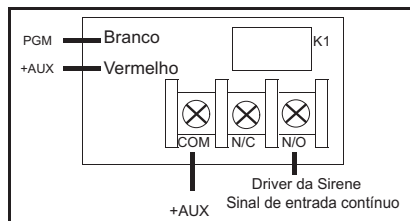

FIGURA 7: Sinal breve na atuação do Keyfob / Armar por Chave
Programar essa função para que o Keyfob sinalize com um (1) sinal breve a operação de armar a central, e com dois (2) sinais breves, a operação de desarmar. As ligações elétricas são apresentadas na Figura 7.